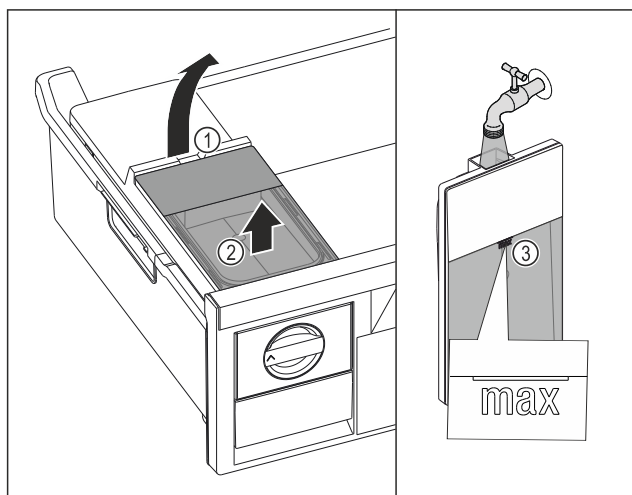

Fig. 98
- ▶ Podignite spremnik za vodu na otvoru Fig. 98 (1).
- ▶ Izvadite spremnik za vodu prema gore. Fig. 98 (2)
- ▶ Spremnik za vodu napunite pitkom vodom do oznake Fig. 98 (3).